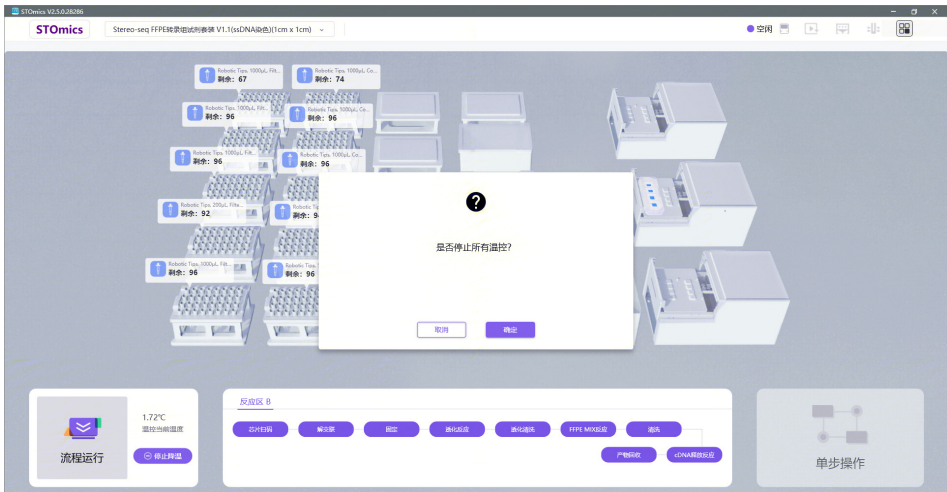

图 3-35 STOmics 软件流程结束界面
- a. 应用流程运行结束后，会弹出“是否停止所有温控”的弹窗（图 3-35），暂时不操作软件界面，直接打开设备舱门，平稳小心地从深孔板区拿出 96 孔深孔板，释放后的 cDNA 产物存储于此；
温控提示的弹窗出现时或点击“取消”按钮后（图 3-35），低温试剂区仍会保持在 4 $^{\circ}$ C 及以下，请本阶段及时回收剩余试剂；待试剂以及 cDNA 回收完成后，再停止所有温控。
- b. 确定试剂已回收后，点击图 3-35 的“确定”即结束全流程，此时低温试剂区的温控停止，温度逐渐恢复至室温。